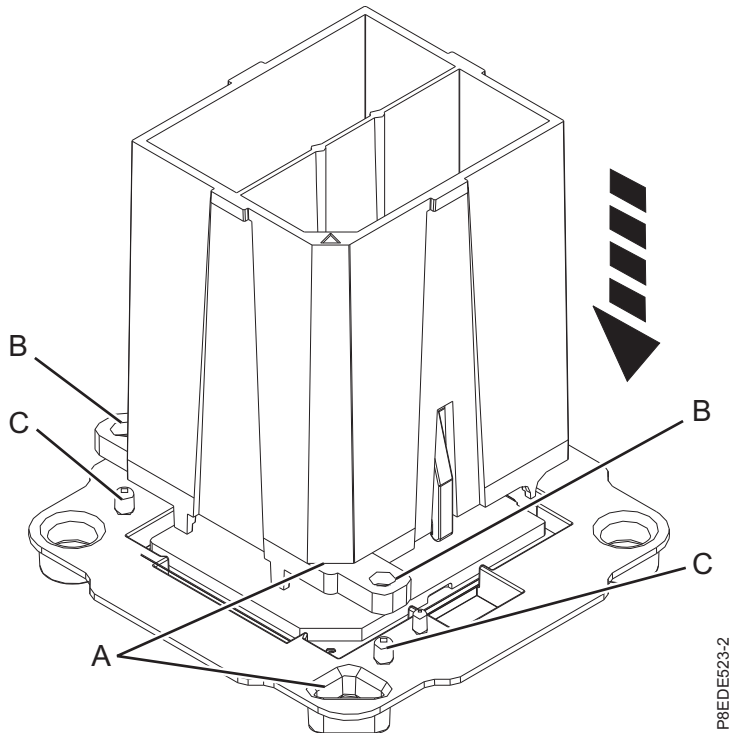
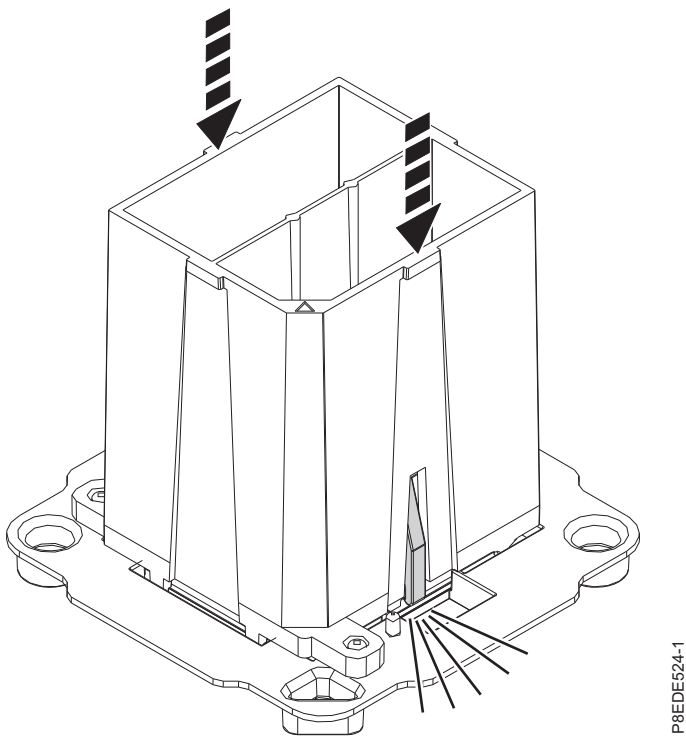

Figura 162. Alineación de la herramienta de extracción
Figura 163. Cómo encajar el módulo del procesador del sistema en la herramienta
- a. Extraiga el módulo del procesador de sustitución de la bandeja de envío. Utilizando la herramienta de extracción suministrada (número de pieza 01AF101), alinee la esquina biselada (A) de la herramienta con la esquina biselada del módulo, tal como se muestra en la Figura 162 en la página 146.
- b. Baje la herramienta sobre el módulo del procesador del sistema, asegurándose de que las dos patillas de guía (C) se inserten en los orificios de alineación (B) en cada lado de la herramienta, como se muestra en la Figura 162 en la página 146. A continuación, empuje la herramienta para encajar el módulo del procesador del sistema en ella, como se muestra en la Figura 163 en la página 146. No presione la pestaña de sujeción azul hasta que así se le indique más adelante.